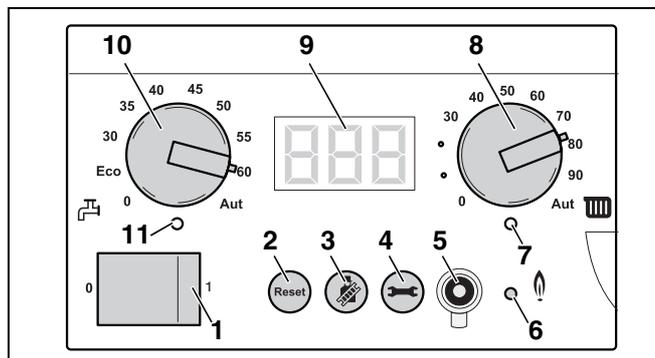

Fig. 58 Regolatore di base BC10
Il LED "Bruciatore" (On/Off) (fig. 58, **pos. 6**) si accende quando il bruciatore della caldaia è in funzione e si spegne quando il bruciatore si arresta.
Il LED "Richiesta di calore" (fig. 58, **pos. 7**) è acceso se mediante la regolazione viene richiesto un apporto termico e si spegne quando questa richiesta di calore non è più presente.
Con la manopola per la temperatura massima dell'acqua della caldaia (fig. 58, **pos. 8**) è possibile impostare il limite superiore della temperatura dell'acqua della caldaia. L'unità di misura sono i °C.